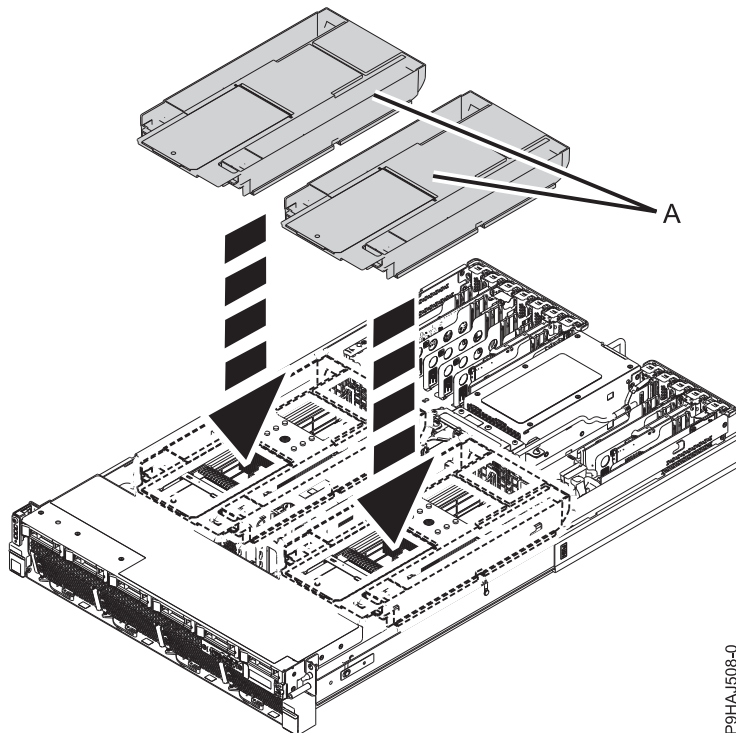

Abbildung 32. Luftführung installieren
2. Tauschen Sie die einzelnen Luftführungen (A) im Chassis aus. Siehe Abb. 32 auf Seite 46. Wenn eine Luftführung umgedreht wird, sollten Sie die abnehmbare Abdeckung des Laufwerks festhalten, damit sie sich nicht löst.